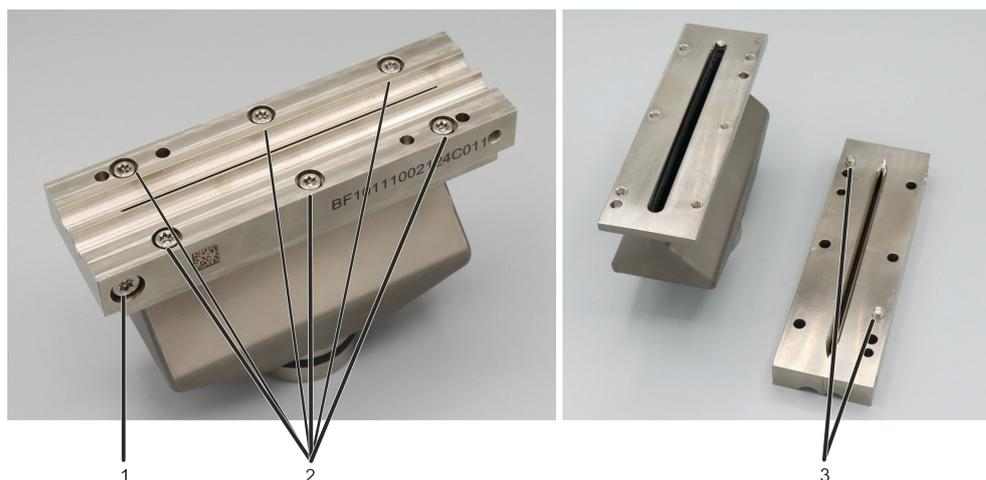

Fig. 61 Raccords vissés du brûleur
1. Débloquer les raccords vissés (2, Fig. 61) des mâchoires du brûleur au niveau du corps du brûleur et retirer les mâchoires du brûleur.
4. Dévisser les mâchoires du brûleur sur le corps du brûleur. Des goujons (3, Fig. 61) placés sur les mâchoires du brûleur assurent la bonne assise du système.